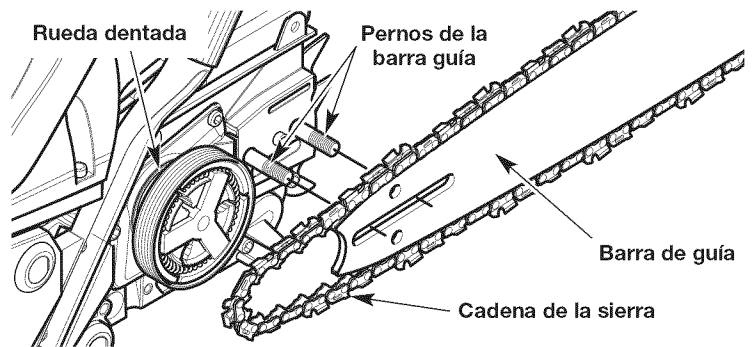

Fig. 31
5. Retire la barra guía y la cadena de la sierra de los pernos de la barra guía (Fig. 31).
3. Mantenga la cadena de la sierra y la barra guía juntas en la posición sobre la unidad. Enganche la cadena de la sierra alrededor de la rueda dentada de impulsión e instale la barra guía sobre los pernos de la barra (Fig. 31). Compruebe que la barra guía esté al ras contra la superficie de montaje. Compruebe que las partes planas sobre la cadena de la sierra están en los surcos de la rueda dentada de impulsión.